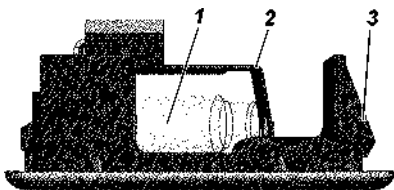

Рис. 9.36. Плафон подсветки вещевого ящика:
**Плафон подсветки вещевого ящика.** Для замены лампы извлеките плафон (рис. 9.36) из вещевого ящика. Замените лампу 1 отжав держатель 2.